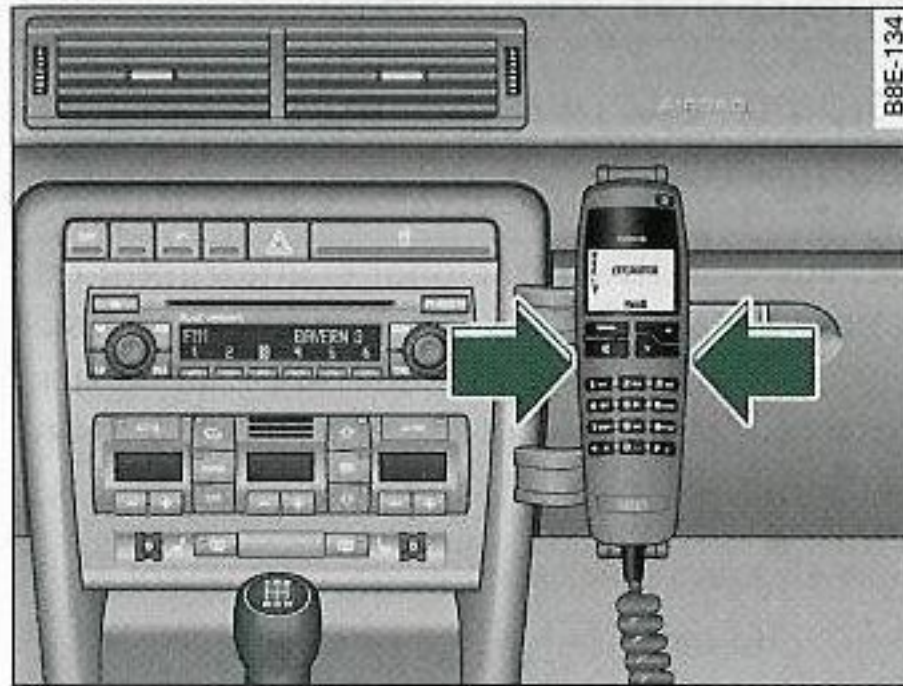

Fig. 164 Montaje fijo del teléfono/de la telemática
- Pulse las teclas de desbloqueo que hay a izquierda y derecha ⇒ fig. 164, para extraer el teléfono de su soporte.